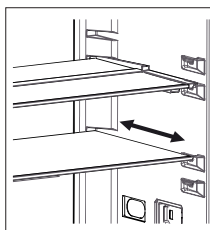

Fig. 1
- Pour remettre la clayette à sa position initiale, tirez-la vers vous. (Fig. 1)